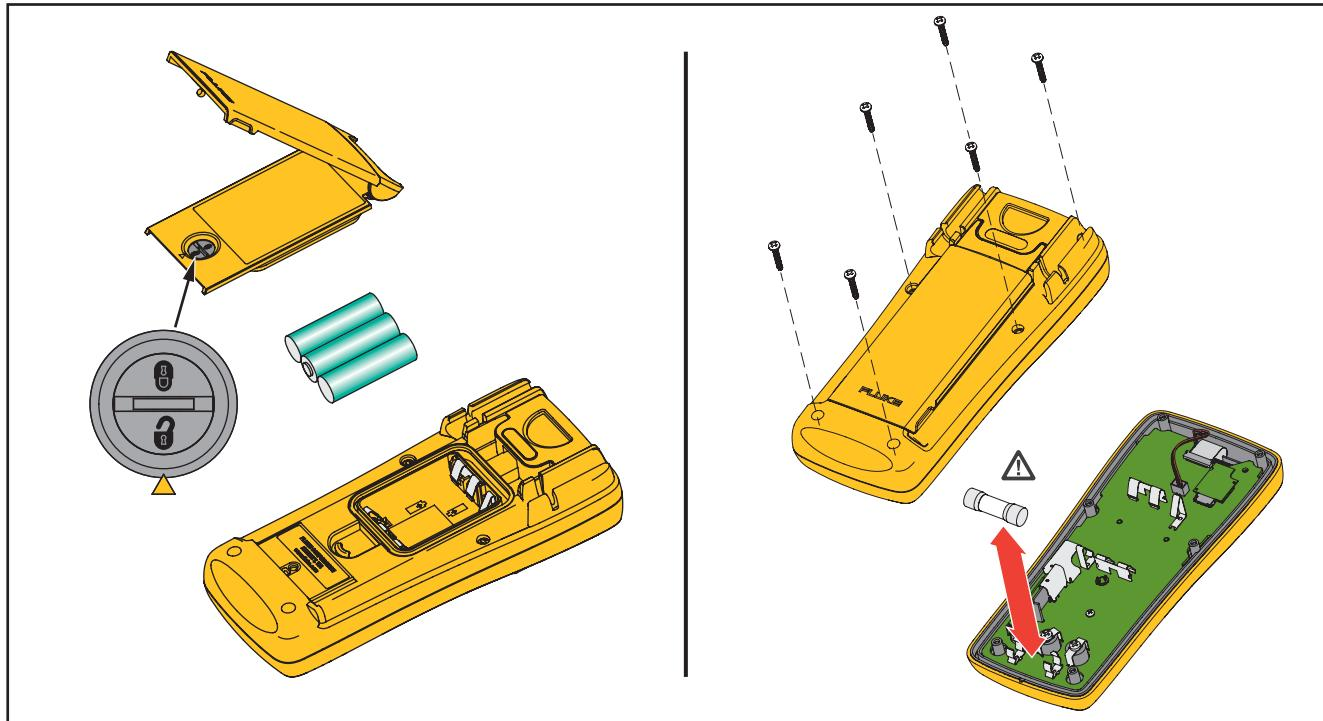

图 11. 电池和保险丝更换
2. 如图 11 所示抬起倾斜支架。
3. 转动电池盖闩锁直到解锁符号 (❸) 与箭头对准。
7. 转动电池盖闩锁直到锁定符号 (❹) 与箭头对准。
2. 如图 11 所示，将六个螺丝从外壳底部拆下。